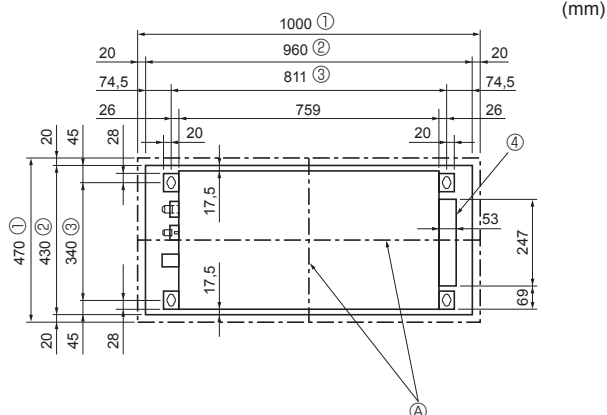

Fig. 2-3
2.3. Localizações das aberturas no tecto e da instalação dos parafusos de suspensão (Fig. 2-3)
- ① Lado externo da grelha
- ② Abertura do tecto
- ③ Passo do parafuso
- ④ Caixa eléctrica